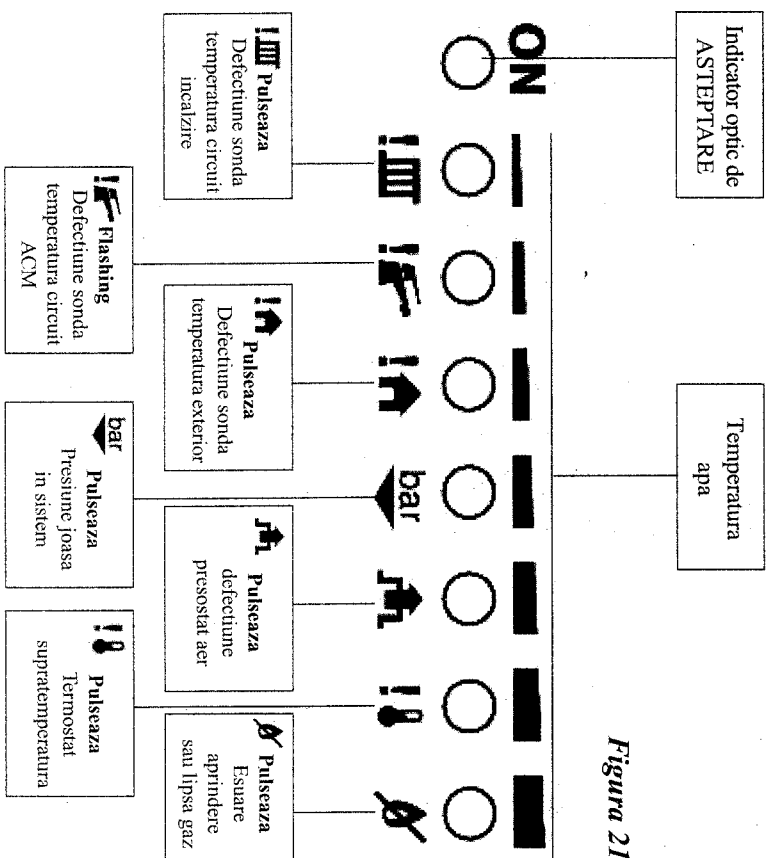

Figura 21
15.4 Indicatoarele optice: la modelele BK/HK B 2xx, in timpul functionarii transmit informatii despre arzator si temperatura apei, iar pentru a ajuta la determinarea defectului, "centrul de diagnostic" are posibilitatea de a semnaliza defectul. Daca functionarea este intrerupta datorita mai multor defecte simultane, va fi semnalizat defectul cu prioritate. Indicatorul optic de culoare verde este stins doar daca a fost intrerupta alimentarea cu energie electrica a centralei (figura 21).